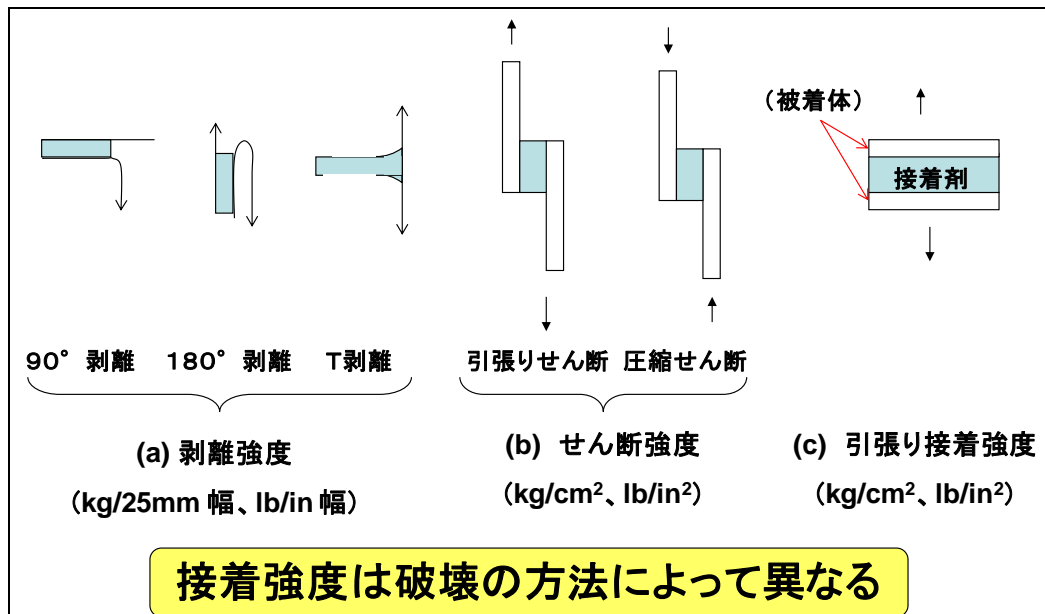
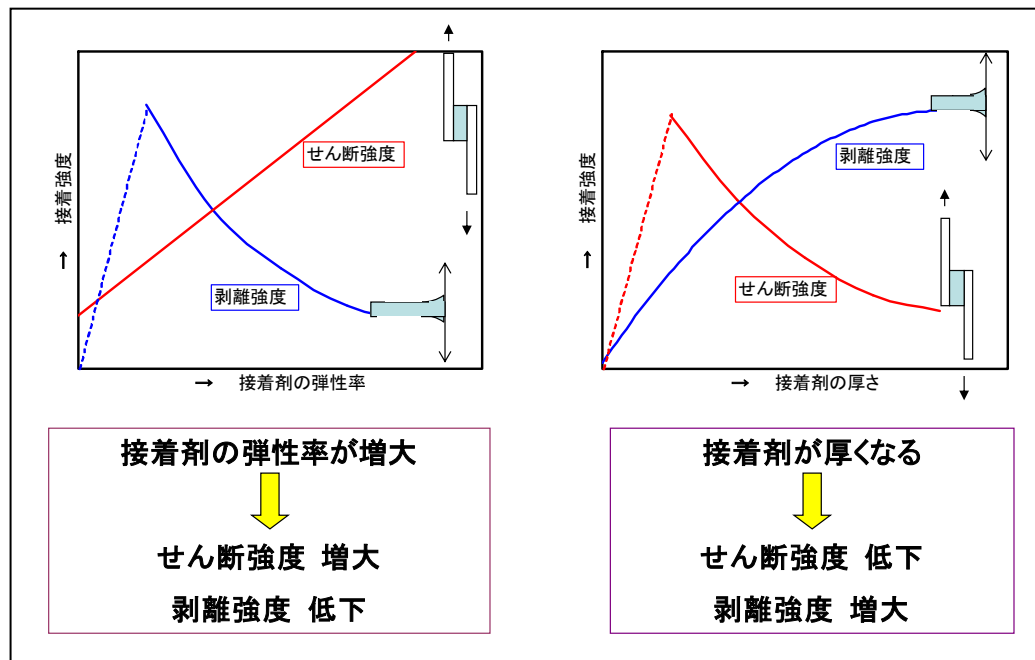

図8 接着強さの評価法
図9 接着強さに影響する接着剤弾性率及び厚さ
破壊強さの測定法には、①引張接着強さ ②圧縮・引張せん断接着強さ ③割裂接着強さ ④剥離接着強さ（90度、180度）等があります。接着強さは、破壊の方法によっても異なりますので、十分に注意する必要があります。引張せん断強さ、剥離接着強さを併用して評価する場合も多いようです（図8）。
例えば、エポキシ樹脂で接着させた2枚の鋼板の接着力は、図8の(a)剥離強度(T剥離)では1.6kg/インチを示し、(b)せん断強度(引張せん断)では750kg/インチ²を示します。接着強度が破壊方法により異なった値を示す一つの例です。従って、接着させる場合には、どのような応力(剥離力か、せん断力か)がかかるかを十分に考慮することが大切です。また、図9からも明らかのように、接着強度は、評価法によって異なるだけでなく、接着剤の弾性率や接着成分の厚さ(接着剤付着量)によっても変化します。